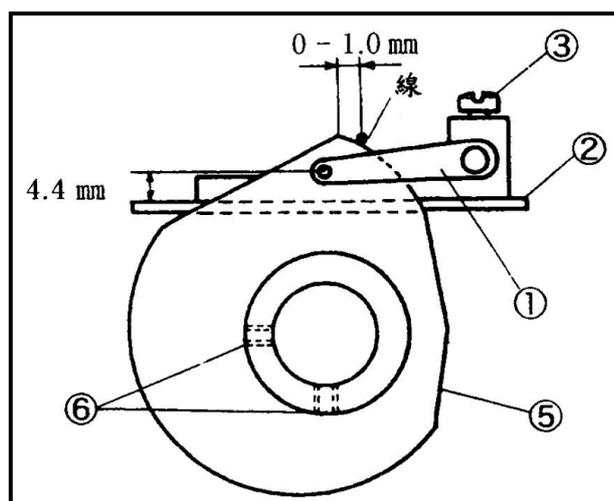

Fig.44
支撐板②和過線片①的標準距離是4.4mm。放鬆螺絲③再上下調整移動線孔。(Fig.44)
- 增加線量時，將過線片①往下移。
- 減少線量時，將過線片①往上移。
時鬆開螺絲⑥。(Fig.44)
(Fig.44)